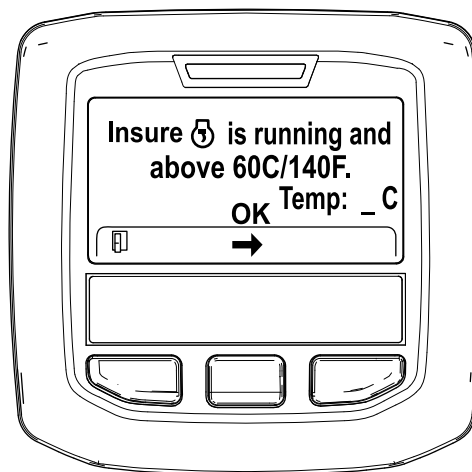

Figure 41
5. Si la température du liquide de refroidissement est inférieure à 60°C (140°F), le message "Insure ⑤ is running and above 60C/140F" (Vérifier que cela fonctionne et température supérieure à 60C/140F) s'affiche (Figure 41).